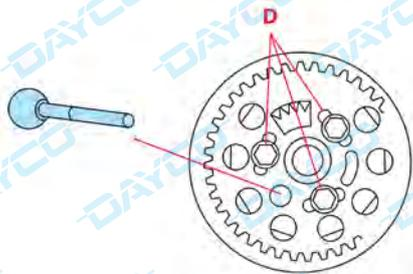

Fig. 2
- Verificare che l'albero a camme sia bloccato con l'apposito attrezzo N.3359 (Fig. 2).
- Verificare che si possa inserire nuovamente l'apposito attrezzo N.3359 (Fig. 2) nel pignone albero a camme.